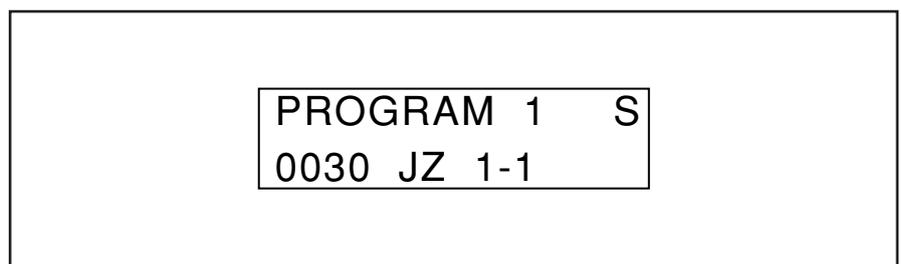

図3-8：ステップ停止したときの表示
(1) TC時間内にMV等の動作を開始した場合は、非動作時間のカウントは停止します。
(3) SS機能により「ステップ停止」したときは、図3-8に示すように、ティーチングペンダントまたはオペレーティングパネルのプログラム名の横に、「S」を表示します。